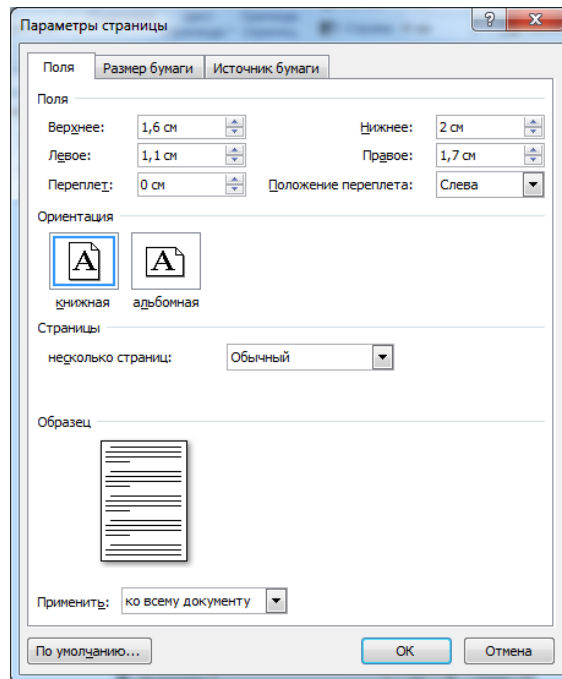

Рис. 1. Розмітка сторінки складання
- розмір полів (11 мм – ліве, 16 мм – верхнє, 17 мм – праве, 20 мм – нижнє) (рис. 1).